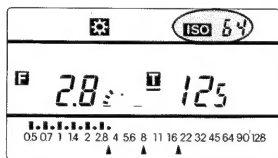

図35
(3)ISOキーを押したままメモリーOFFキーを押すとメモリーされているISOは解除されますが表示されているISOは残ります。(図35)